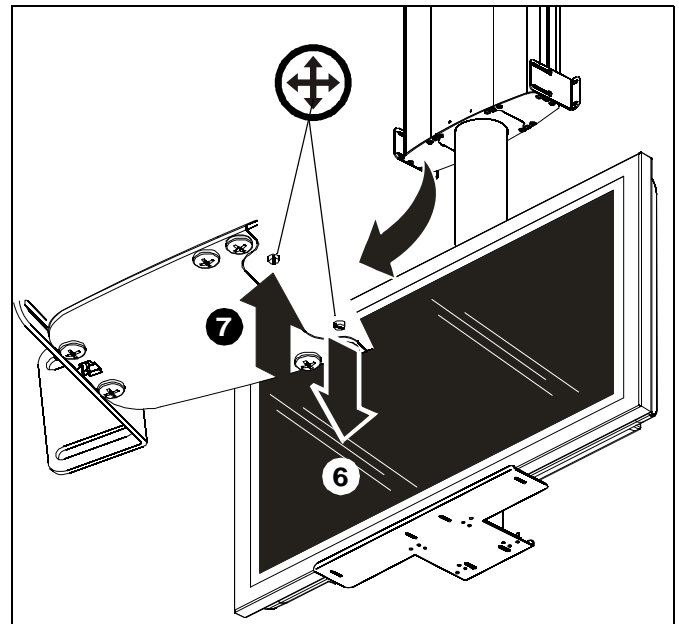
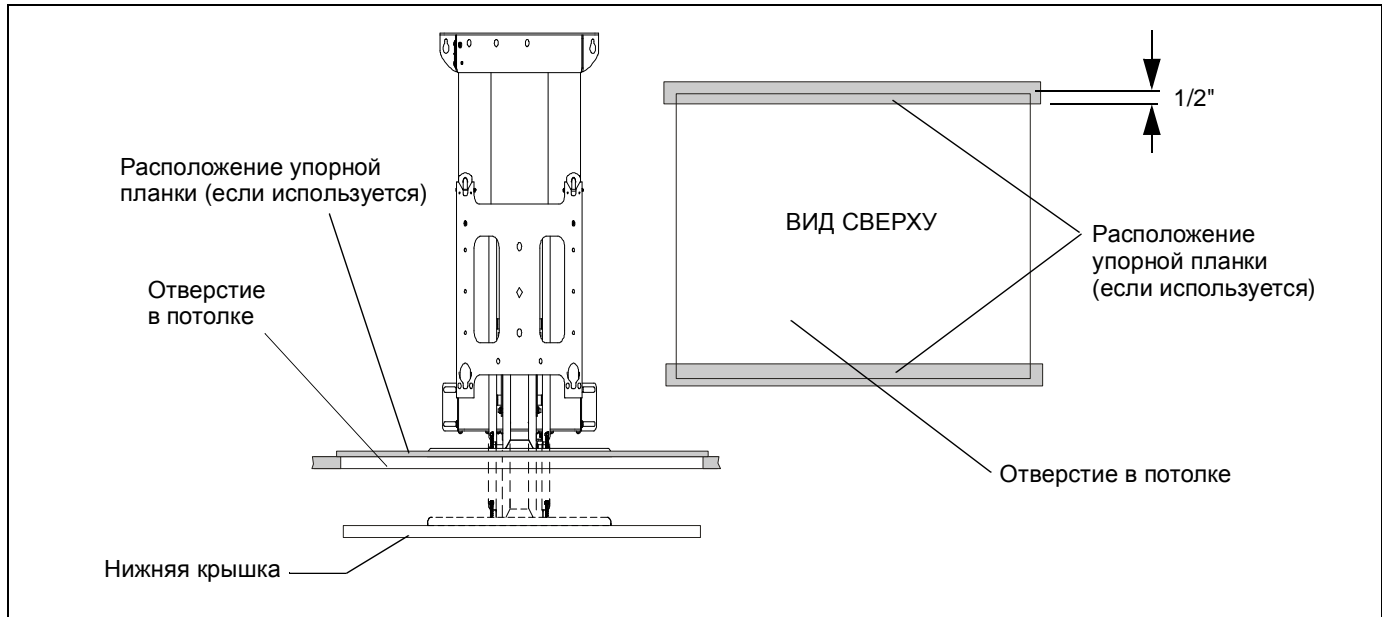

рис. 26
рис. 27
**ПРИМЕЧАНИЕ.** Конструкция кронштейна предполагает перемещение на 1/2" дюйма после соприкосновения нижней крышки с объектом при поднятии. Если необходимо использовать эту функцию, при размещении кронштейна необходимо предусмотреть это перемещение на 1/2" дюйма и установить упорную планку вдоль верхнего края отверстия в потолке. Упорная планка должна располагаться по всей ширине переднего и заднего отверстий и выступать из отверстия на минимальное расстояние S дюйма. См. раздел «Регулировка положения нижней крышки» на стр. 14. (см. рис. 27)
В верхней части с правой стороны кронштейна предусмотрены винты регулировки перемещения монитора вверх и вниз. (см. рис. 27)
8. Отрегулируйте перемещение, чтобы нижняя крышка находилась на уровне потолка. (см. рис. 26) и (см. рис. 27)